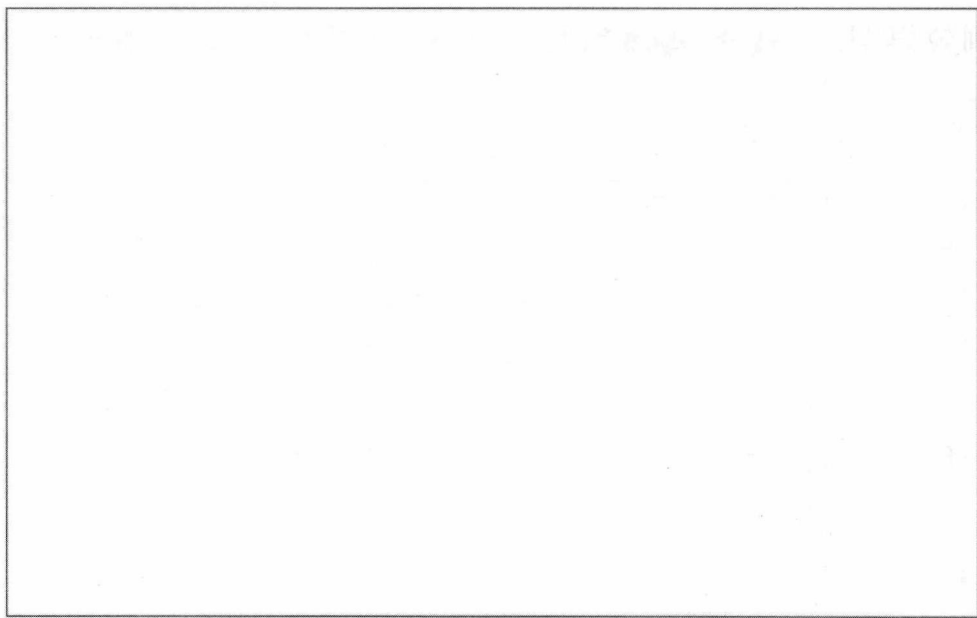

图 1-1
STEP 01 启动AutoCAD 2016软件，新建名为“绘制两居室尺寸图”的文件。设置当前对象颜色为红色，执行“直线”命令，绘制12360mm×7910mm的长方形，如图1-1所示。